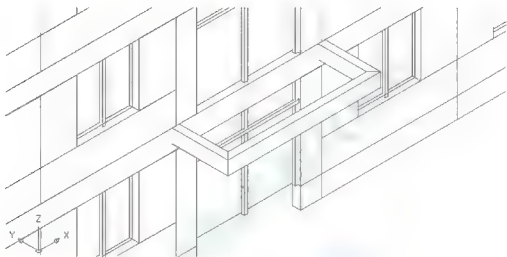
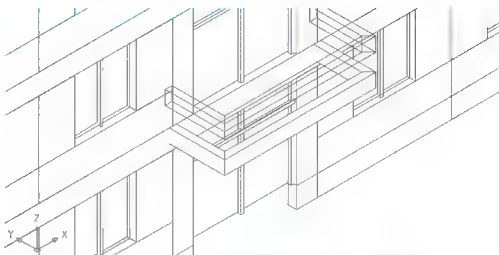

图 6.40 将二层阳台的挑梁和封边梁移动就位
图 6.41 复制生成阳台扶手
- (1) 在命令行输入“M”后按 Enter 键, 启动【移动】命令。
- (2) 在选择对象: 提示下, 选择刚才绘制的挑梁和封边梁。
- (3) 在指定基点或 [位移(D)] 位移: 提示下, 在绘图区域单击任意一点作为移动的基点。
- (4) 在指定第二个点或 使用第一个点作为位移: 提示下, 输入“@0<0, 3900”, 表示将挑梁和封边梁向 Z 轴正方向移动 $3900(3300+600)$ mm, 结果如图 6.40 所示。
- (1) 启动【复制】命令 (快捷键 CO)。
- (2) 在选择对象: 提示下, 选择如图 6.40 所示的挑梁和封边梁。
- (3) 在指定基点或 [位移(D)] 位移: 提示下, 在绘图区域单击任意一点作为复制的基点。
- (4) 在指定第二个点或 使用第一个点作为位移: 提示下, 输入“@0<0, 1100”, 表示将挑梁和封边梁向 Z 轴正方向移动 $1100(900+200)$ mm, 结果如图 6.41 所示。
- (5) 修改阳台扶手的高度。